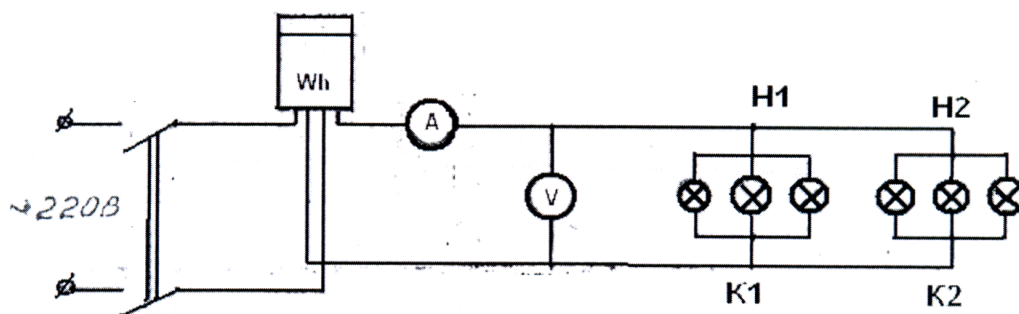

Рисунок 4 – Схема включения однофазного счетчика
1. Соберите схему (рисунок 4) для исследования однофазного счетчика, предъявить преподавателю для проверки.